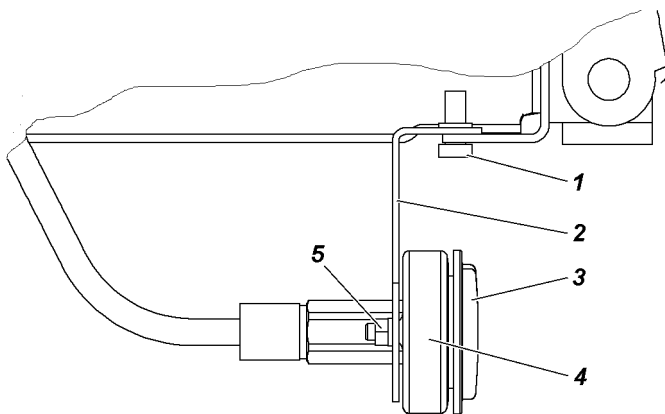
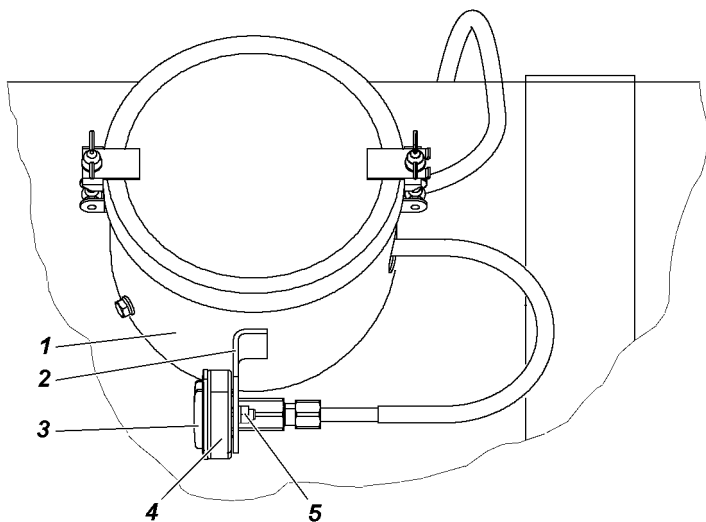

Рис. 15. Установка заправочного устройства с поперечным расположением баллона:
Рис. 16. Установка заправочного устройства с продольным расположением баллона:
**Заправочное устройство** в автомобилях УАЗ-236021, УАЗ-236022, УАЗ-236031 находится с правой стороны автомобиля (с поперечной установкой газового баллона) и крепится к нему на кронштейне 2 (рис. 15) или левой стороны автомобиля (с продольной установкой газового баллона) и крепится на кронштейне кожуха мультиклапана 2 (рис. 16). Заправочное устройство соединено с мультиклапаном баллона автомобиля через трубку 2 (рис. 9, 10) и закрыто заглушкой 3 (рис.15, 16).